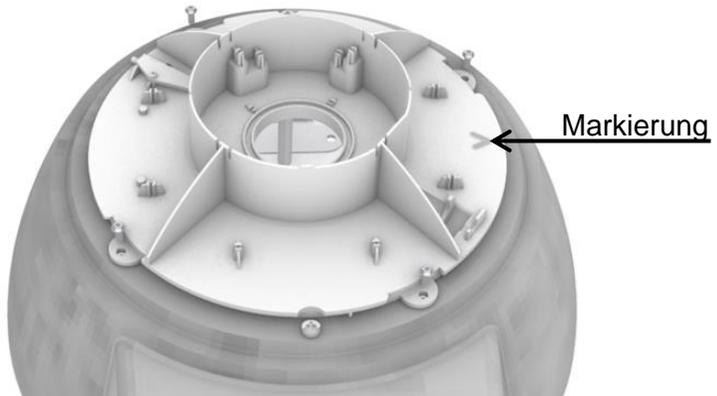

Abbildung 4: Schraubpunkte PION SPHERE Unterteil
- Entfernen Sie die vier Gewindeschrauben an dem SPHERE Unterteil (siehe Abbildung 4) und nehmen Sie das Kunststoffteil hoch.
3. Schließen Sie das SPHERE Unterteil über das Netzkabel und die Kabel zur Stromversorgung an und monieren Sie es mit Hilfe der vier Gewindeschrauben wie in Abbildung 4. Stellen Sie sicher, dass die in Abbildung 4 gekennzeichnete Markierung auf 15 Uhr steht.